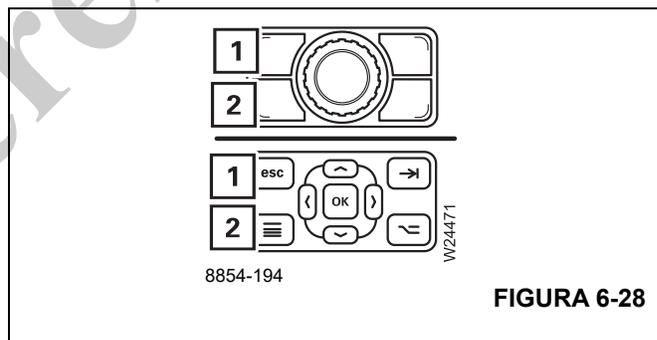

FIGURA 6-28
Si es necesario, abra el menú principal y presione una vez el botón (1), (Figura 6-28).